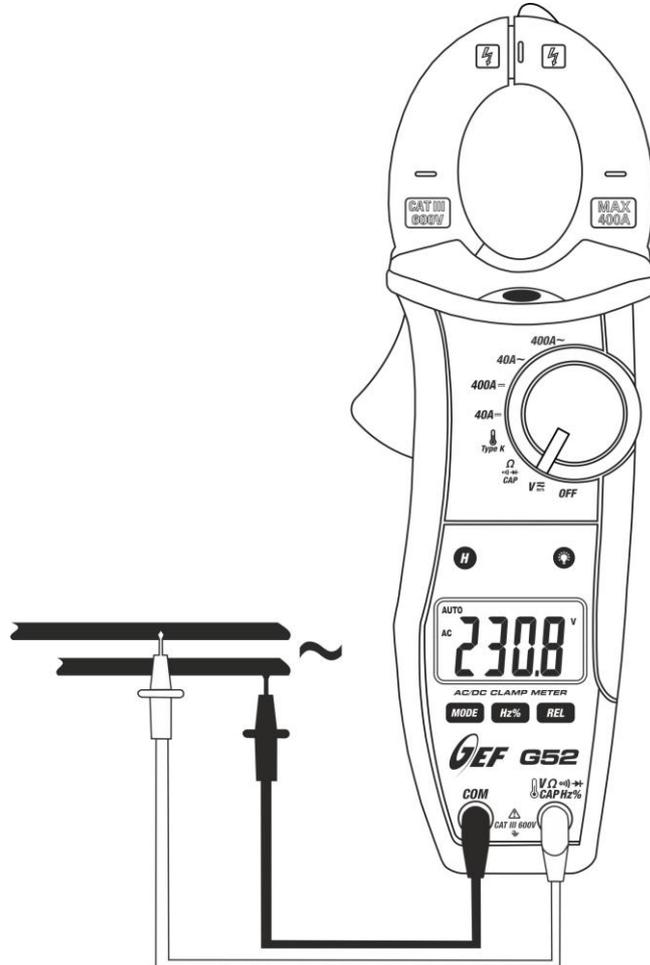

Fig. 4: Uso de la pinza en medida de Tensión CA
5. Posicione las puntas de prueba en los puntos deseados del circuito en examen (vea Fig. 4). El valor de la tensión se muestra en pantalla.
4. Posicione las puntas de prueba en los puntos deseados del circuito en examen (vea Fig. 4). El valor de la frecuencia (Hz) o del duty cycle (%) se muestra en pantalla